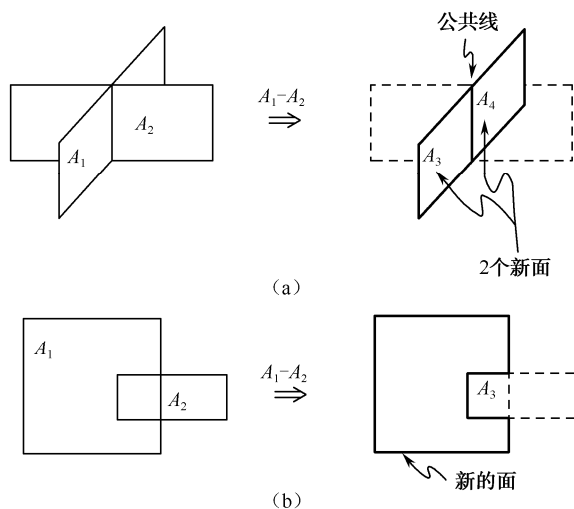

图 2-14 面相减示意图
(2) 面相减：生成两个或一个新的面，其示意图如图 2-14 所示。